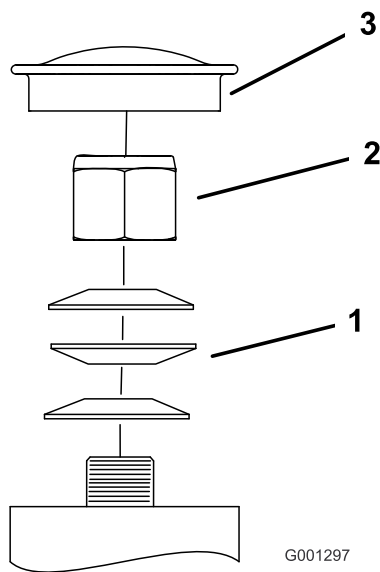

Figura 56
3. Togliete il coperchietto antipolvere dalla ruota orientabile e serrate il dado di bloccaggio (Figura 56).
4. Serrate il dado di bloccaggio finché le rondelle elastiche non sono piatte, quindi allentate di un quarto di giro per mettere punto il precarico sui cuscinetti (Figura 56).
Importante: Verificate che le rondelle elastiche siano correttamente montate, come riportato nella Figura 56.
5. Montate il coperchietto antipolvere (Figura 56).